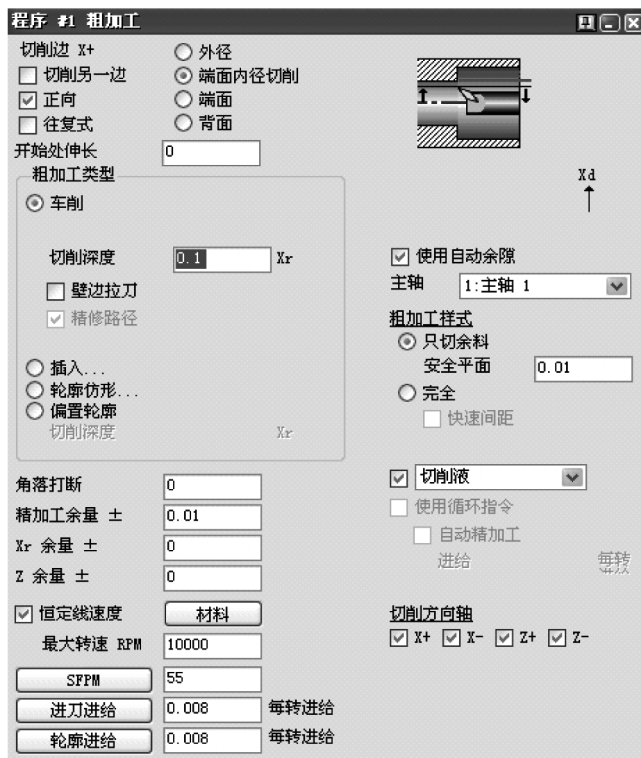

图 6-62 粗车内圆
- 3) 应用#6 刀具创建粗车内圆程序，如图 6-62 所示。确保为轮廓清角加工预留一定的余量。